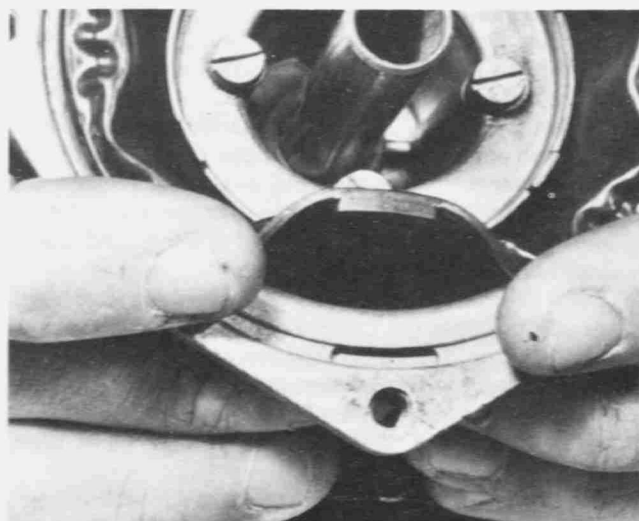

Bild 202
- Beim Wiedereinbauen des Gasschiebers ist darauf zu achten, dass die Lasche auf der Membran in die Aussparung des Vergasergehäuses eingreift. Hierdurch werden die Druckausgleich-Kanäle im Gasschieber auf der Drosselklappen-seite des Mischrohrs festgelegt. Den Dämpferkolben nicht ölen (Bild 202).